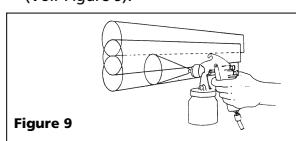

Figure 9
4. Ne faire chevaucher les différentes applications que très légèrement pour obtenir une couche uniforme (Voir Figure 9).